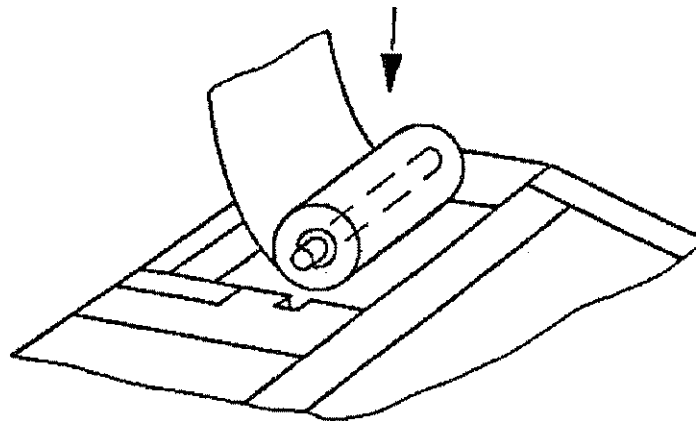

Abb. 12-1: Einlegen der Papierrolle
4. Neue Papierrolle entsprechend Abb. 12-1 in Papierkammer einlegen.